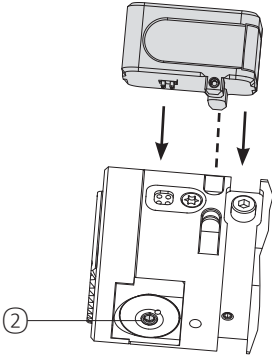
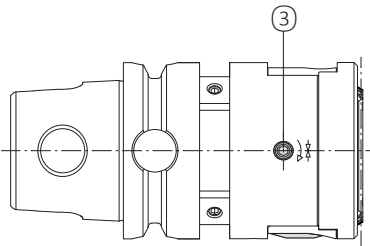

Fig. 1
Fig. 3
Pour le réglage du diamètre, respecter l'ordre suivant (Fig. 1, 2, 3) :
2. Enclipser l'afficheur dans les rainures de maintien de l'outil (positionnement en fonction des points de contact, Fig. 1)
3. Allumer l'affichage digital en appuyant sur le bouton « ON/Reset » ①. Lors de la mise en marche, l'écran présente la dernière dimension affichée. L'écran s'éteint automatiquement 30 secondes après la fin du réglage. Durée de marche maxi 120 secondes
4. Desserrer la vis de serrage ③ (Fig. 3).
5. Réglage de la plage d'alésage à l'aide de la vis de réglage ② (Fig. 1, 2) au moyen d'une clé six-pans de 2,5 et lecture simultanée sur l'écran. L'écran affiche la valeur réellement réglée au diamètre sur la coulisse ou l'arête de coupe. À noter : pas de signe = augmentation du diamètre, signe moins (-) = diminution du diamètre.
6. Serrer la vis de serrage ③ (Fig. 3) (couple de serrage 3 Nm)
- Lorsque l'affichage est activé, il peut être remis à « 0 » en appuyant à nouveau sur le bouton « ON/Reset » ①.